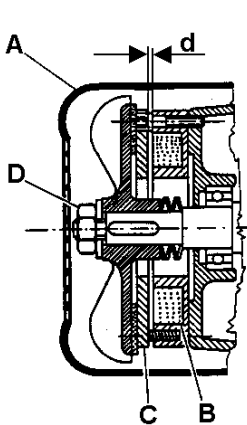

Fig. 5
7.2 REGULACIÓN DEL FRENO DEL MOTOR (fig.5)